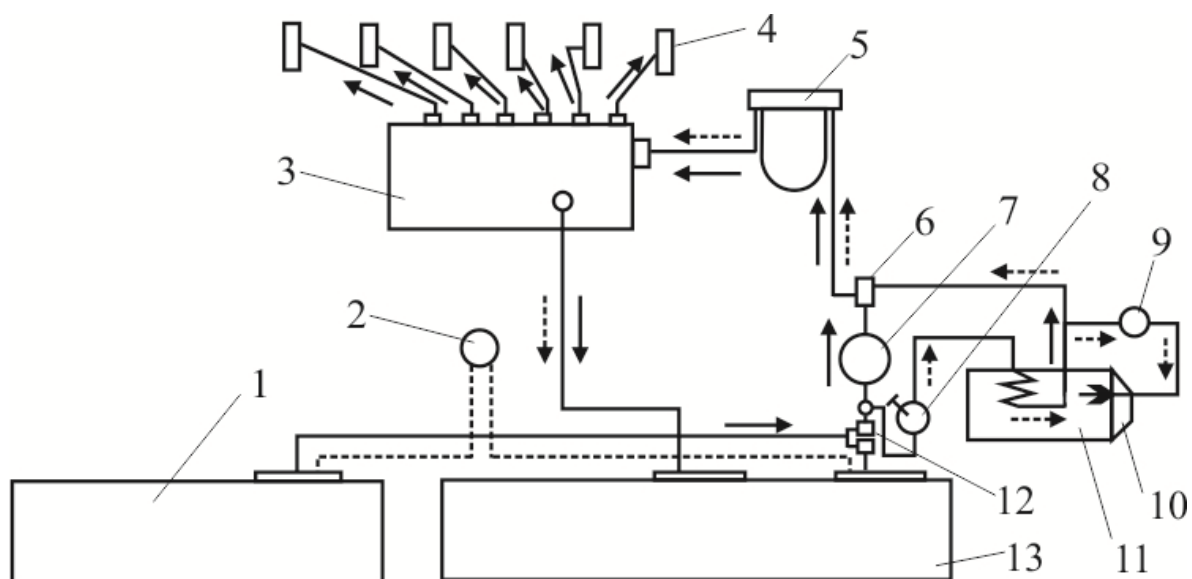

Рис. 4.3. Схема топливной системы:
**Топливная система** (рис. 4.3) имеет две ветви, одна из которых обеспечивает питание дизеля, другая – питание насоса форсунки подогревателя. Обе ветви соединены между собой редукционным клапаном, что обеспечивает возможность прокачки топлива через систему с целью ее заполнения и удаления воздуха из нее. Топливо фильтруется через сетку приемного фильтра бака, набор войлочных пластин топливного фильтра дизеля и щелевые фильтры форсунок.
**Работа топливной системы.** Начальное заполнение топливной системы производится ручным топливопрокачивающим насосом 8. Насос забирает топливо из бака 13 (см. рис. 4.3) и подает его по трубопроводу к змеевику форсуночного подогревателя 11 и далее к редукционному клапану 6, установленному на топливоподкачивающем насосе 7. Через клапан топливо подается к топливному фильтру тонкой очистки 5 и от него к топливному насосу высокого давления 3. Избыток топлива сливается в топливный бак.